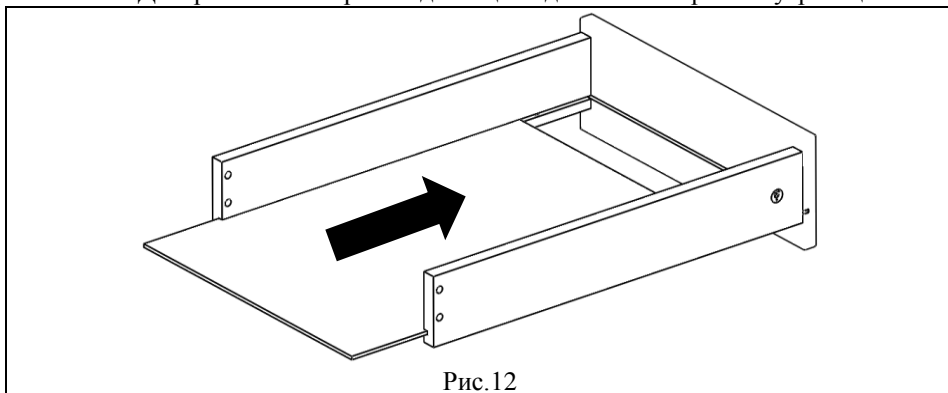

Рис.12
5.2.3. В сборку п. 5.2.2 вставить дно (поз.10) в пазы. (см. рис. 12)